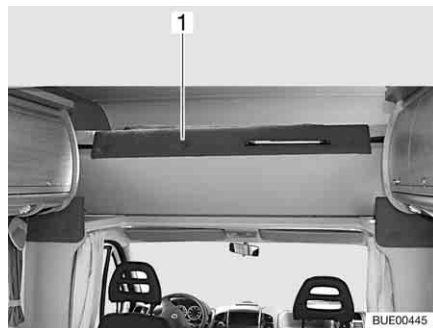

Bild 96 Alkovsäng, uppfälld
- Fäll upp alkovsängen (Bild 96,1) framtill. Alkovsängen hålls uppe av gasfjädrar.